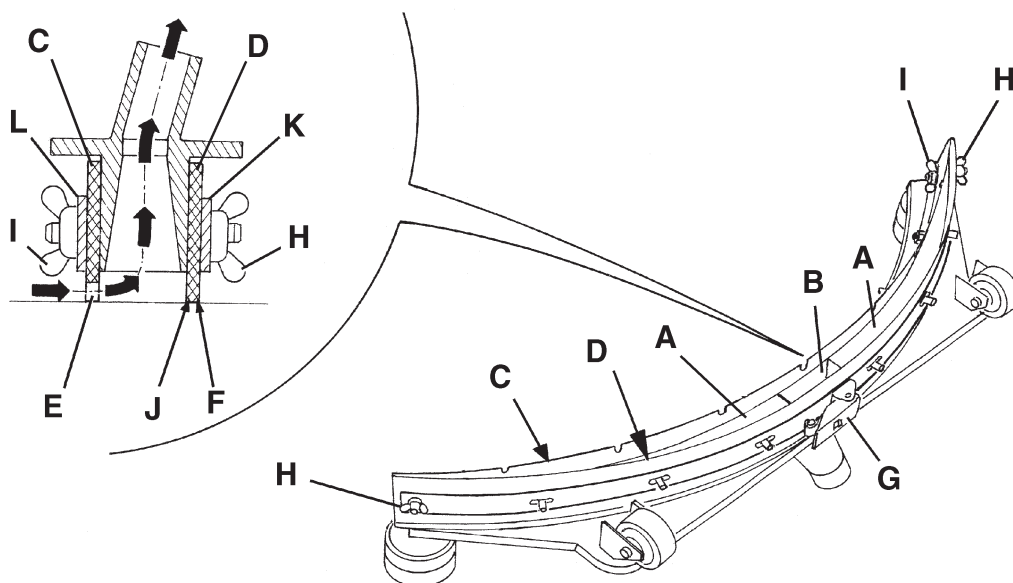
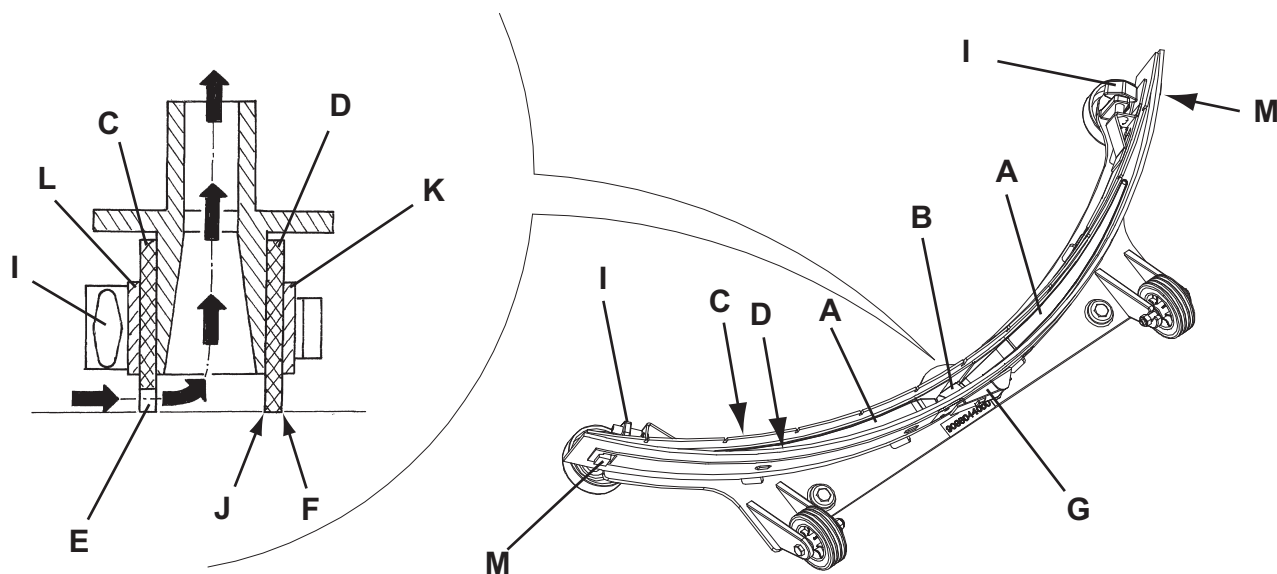

Abbildung 6
Abbildung 7
2. Den Zündschlüssel (80) auf "0" stellen.
3. Sauglippe (25) mit dem Hebel (10) absenken.
4. Sterngriffe (26) lösen und Sauglippe (25) abnehmen.
5. Ansaugrohr (15) von der Sauglippe abnehmen.
6. Die Sauglippe aus Stahl (Abb. 5) oder aus Aluminium (Abb. 6) waschen und reinigen. Insbesondere die Räume (A, Abb. 5 oder 6) und das Loch (B) reinigen. Überprüfen, ob der vordere (C) und der hintere Gummi (D) unversehrt sind und keine Schnitte oder Risse aufweisen, gegebenenfalls austauschen (siehe nachstehender Absatz).
1. Die Sauglippe aus Stahl (Abb. 6) oder aus Aluminium (Abb. 7) reinigen, und dabei wie angegeben im vorhergehenden Abschnitt vorgehen.
2. Prüfen dass die Säume (E, Abb. 6 oder 7) des Vordergummis (C) und die Säume (F) des Hintergummis (D) gleichzeitig auf einer Richtplatte über ihre ganze Länge ruhen, ansonsten in der Höhe wie folgt beschrieben einstellen:
- Den Zugstab (G, Abb. 6 oder 7) und die Flügelmutter (H, Abb. 6) oder die Befestiger (M, Abb. 7) lösen und das Hintergummi (D, Abb. 6 oder 7) einstellen, dann die Flügelmutter anschrauben oder die Befestiger ankuppeln, schließlich den Zugstab ankuppeln.
- Sterngriffe (I) lösen und vorderen Gummi (C, Abb. 6 oder 7) einstellen. Sterngriffe wieder festdrehen.
3. Überprüfen, ob der vordere (C, Abb. 6 oder 7) und der hintere Gummi (D) unversehrt sind und keine Schnitte oder Risse aufweisen, gegebenenfalls wie folgt austauschen. Überprüfen, ob die Vorderkante (J) des hinteren Gummis verschlissen ist. Gegebenenfalls Gummi umdrehen und eine der drei unversehrten Kanten als Vorderkante verwenden. Sind auch die anderen drei Kanten abgenutzt, Gummi wie folgt austauschen:
- Zugstange (G) lösen, Flügelmutter (H) entfernen oder Haltevorrichtungen (M) lösen, Haltestreifen (K) abnehmen und hinteren Gummi (D) umdrehen/austauschen. Gummi in umgekehrter Reihenfolge einbauen.
- Sterngriffe (I) aufdrehen, Haltestreifen (L) abnehmen und vorderen Gummi (C) austauschen. Gummi in umgekehrter Reihenfolge einbauen.
4. Ansaugrohr (15) an die Sauglippe anschließen.
5. Sauglippe (25) montieren und Sterngriffe (26) festdrehen.
6. Falls erforderlich, Sterngriff Sauglippenausgleich (27) einstellen.